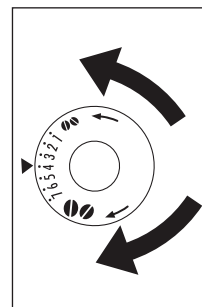

Рис. 40
- ▶ Для более медленной выдачи кофе и более густой консистенции поверните ручку на одно положение против часовой стрелки до щелчка (мелкий помол). Для более быстрой выдачи кофе (не по капле) поверните ручку на одно положение по часовой стрелке (крупный помол) (рис. 40).